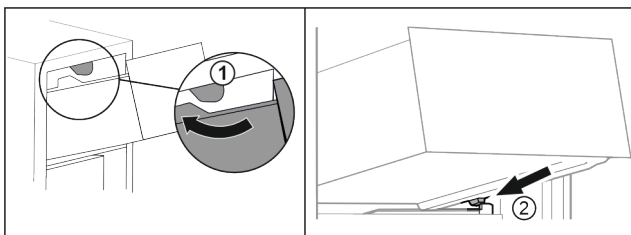

Fig. 63
- ▶ Прокарайте чекмеджето около горните ограничители. Fig. 63 (1)
- ▶ Поставете чекмеджето под ъгъл зад долните ограничители върху реброто на съда. Fig. 63 (2)